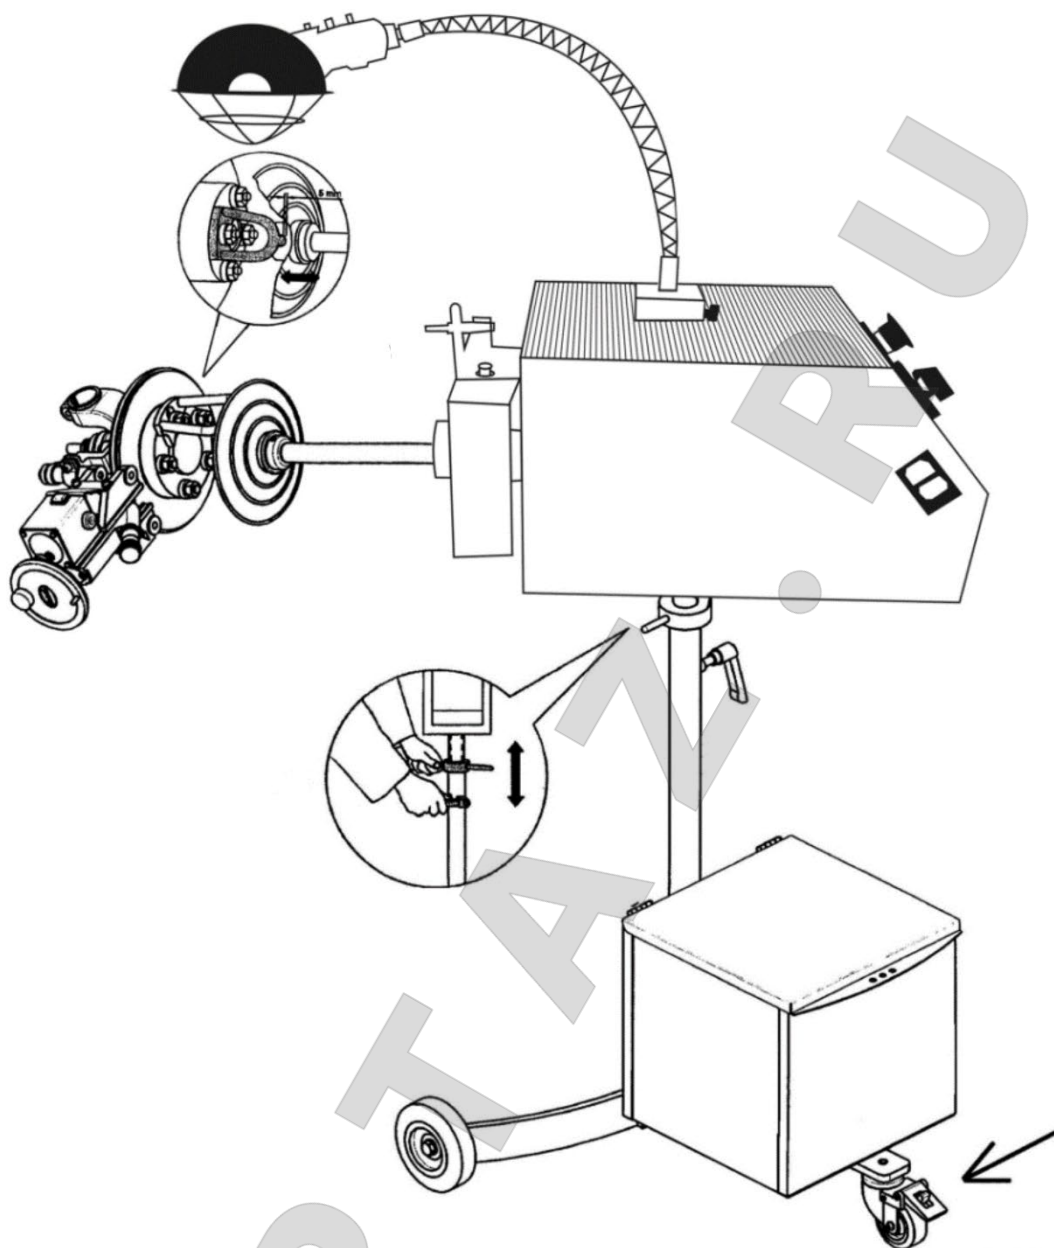

Рисунок 30
**7.6.3** При необходимости подложите шайбу между универсальным кронштейном и отверстием для крепления тормозного суппорта (рис. 30), чтобы блок проточки был установлен согласно (рис. 30, 31).
7.7.3 Ослабьте фиксирующую ручку на пол оборота (рис. 30)
7.7.5 Пододвиньте приводную скобу к приводному адаптеру, оставив зазор 5 мм (рис. 30).
**7.8.5** Проведите финальную регулировку высоты для уменьшения вибрации (рис. 30).